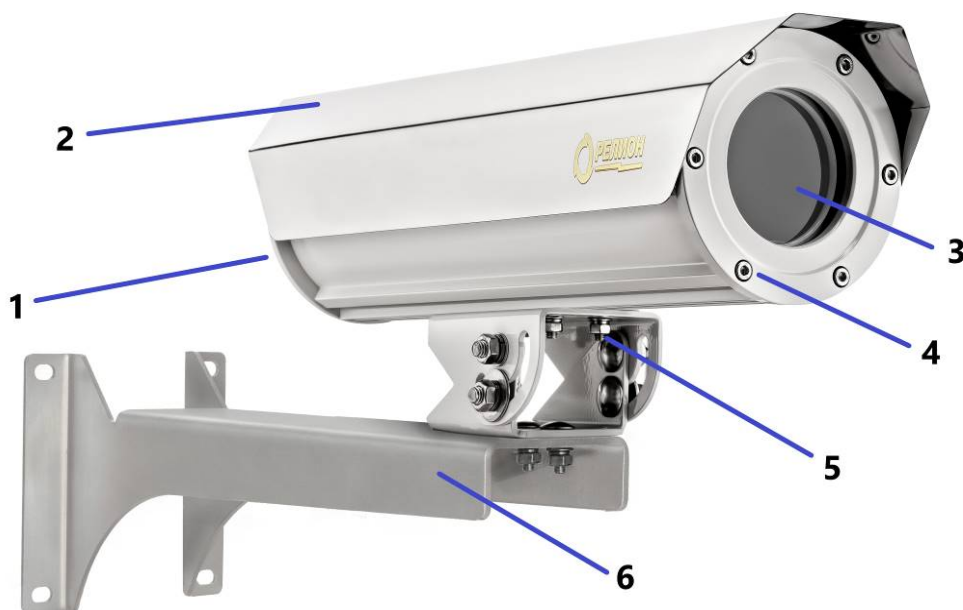

Рисунок 1 – Внешний вид термокожуха Релион-ТКВ-200-А
- Открутить винт крепления крепежно-юстировочного устройства (5) и отсоединить от него термокожух, рис.1;
- Определить место установки и закрепить крепежно-юстировочное устройство (6) к рабочей поверхности, рис. 1;
- Установить термокожух на крепежно-юстировочное устройство (6) и зафиксировать при помощи винта (5), рис. 1;